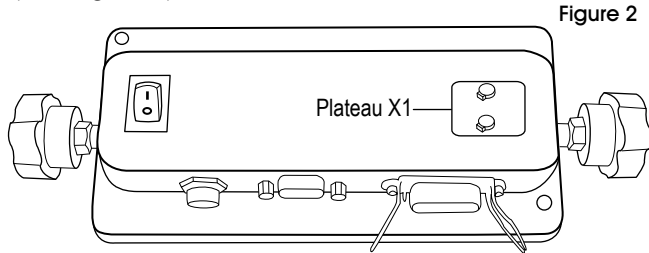

Figure 2
1. Mettez hors tension. Retirez le plateau « X1 » du bas de l'écran pour afficher l'interrupteur d'étalonnage. (Voir Figure 2)